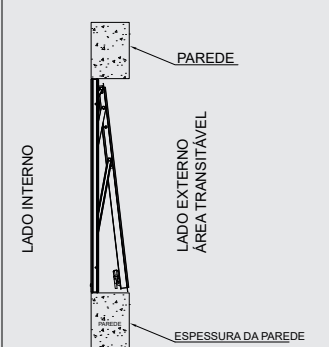

Figura 21 - Abertura com projeção para área-transitável e/ou sem vidro laminados/armados
- b) Para casos com projeção para área transitável, abertura é limitada pela espessura da parede (Conforme Figura 21). Neste caso o vidro utilizado é **Float** desde que não exceda 0,64 m², conforme ABNT NBR7199.